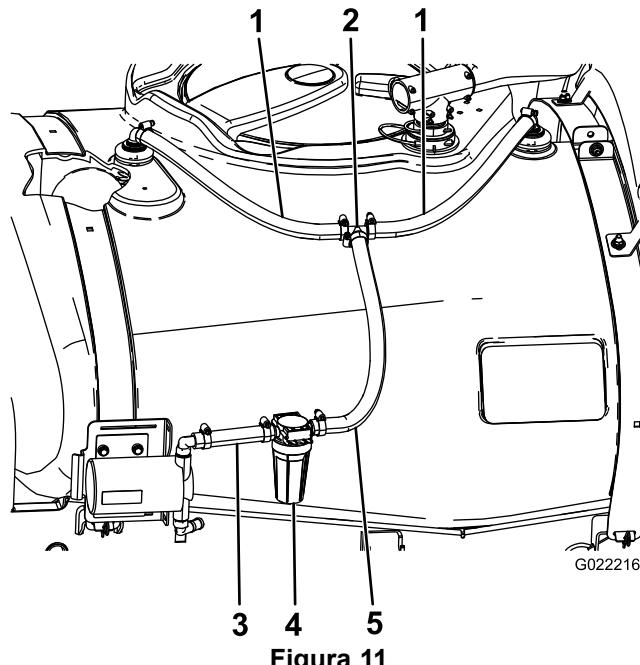

Figura 11
1. Conecte las mangueras de 48 cm a los conectores de manguera que instaló anteriormente en las boquillas de enjuague usando 2 abrazaderas (Figura 11).
- Sujete los extremos sueltos de las mangueras al acoplamiento en T con 2 abrazaderas (Figura 11).
- Conecte el extremo largo de la manguera del filtro de enjuague al acoplamiento en T con una abrazadera (Figura 11).
- Conecte el otro extremo de la manguera del filtro de enjuague al conector superior de la bomba de enjuague con una abrazadera (Figura 11).